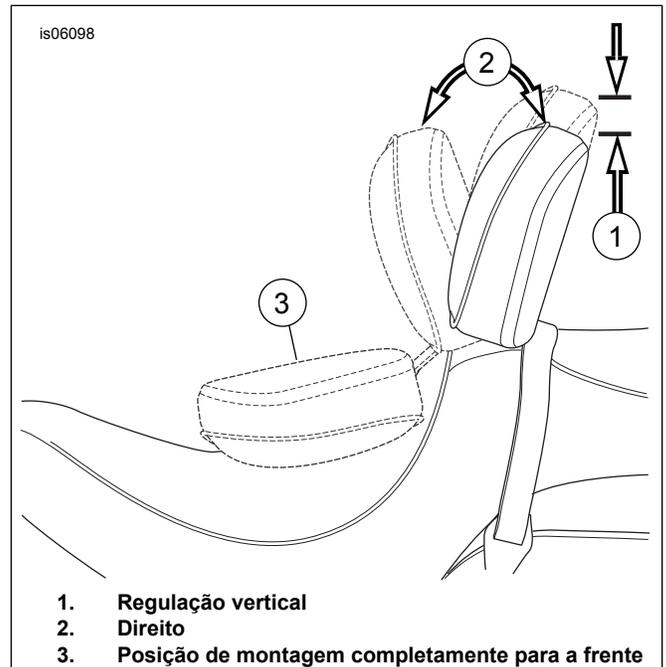

Figura 8. Posições do encosto
7. Ver a Figura 8. Com o encosto e o assento no lugar, empurre o encosto totalmente para a frente (3). O mecanismo do encosto pressionará a parte inferior do assento e o protetor de assento inserido.
1. Ver a Figura 8. O manípulo de regulação serve para deslocar a almofada do encosto para a frente e para trás.
2. Para regular a almofada do encosto para a frente ou para trás (2), empurre o manípulo. Se fizer pressão contra a almofada do encosto ajuda a regulá-lo para trás. Se retirar qualquer pressão da almofada do espaldar, enquanto empurra o manípulo, faz o encosto inclinar-se na posição de montagem completamente para a frente. Se libertar o manípulo bloqueará o encosto no lugar pretendido.
3. Para regular a almofada do encosto para cima e para baixo (1), puxe o botão na parte traseira da almofada. Desloque o encosto para cima ou para baixo, para a posição desejada, e solte-o, quando a almofada estiver na posição desejada.